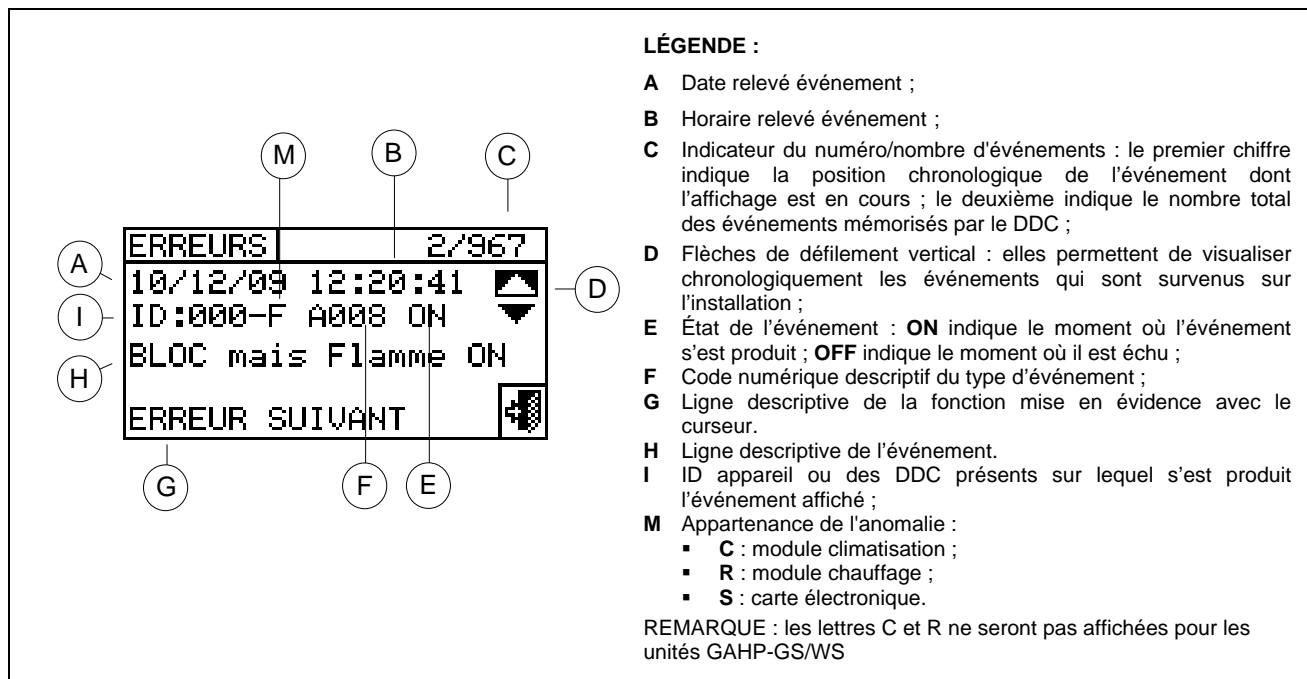

Figure 33 – EXEMPLE D'ÉCRAN DU MENU "HISTORIE D'ERREURS"
- 4 - Positionnez le curseur sur les flèches de défilement vertical (voir détail "D" de la Figure 33 pour faire défiler les événements, du plus récent au moins récent).